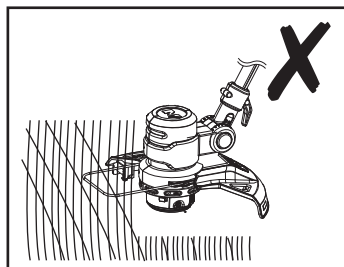
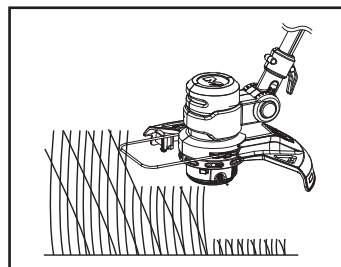

Fig. 16
Fig. 17
7. Certifique-se de que o dispositivo de corte permanece limpo e livre de cortes que possam causar o seu encravamento. Verifique regularmente. Solte o interruptor para ligar/desligar (2) e desligue o produto da fonte de alimentação antes de verificar.
8. Apare a relva mais alta por fases; não corte relva alta com um só corte (Fig. 16). Para obter os melhores resultados, corte a relva mais alta por fases (Fig. 17).